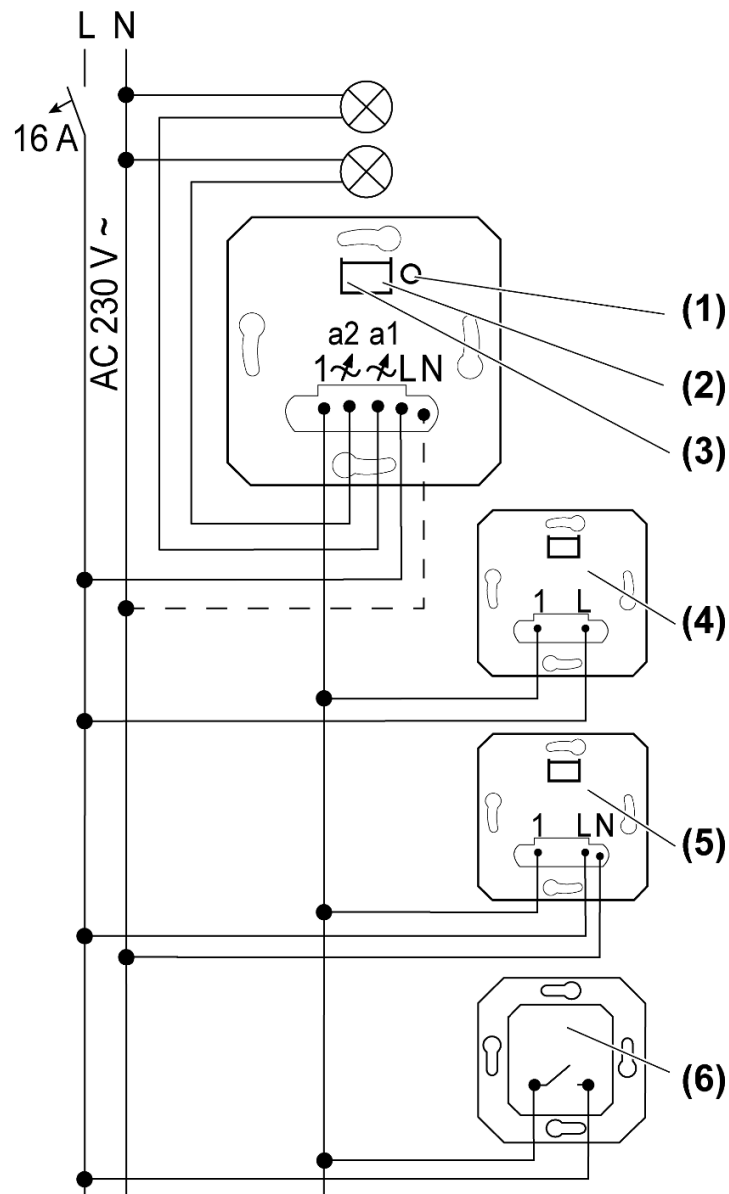

Bild 1: Anschlussplan mit optionalen Nebenstellen
- Taste **Dimm-Mode** (1) länger 4 Sekunden drücken, bis die LED (2) und (3) leuchten (siehe Bild 1).